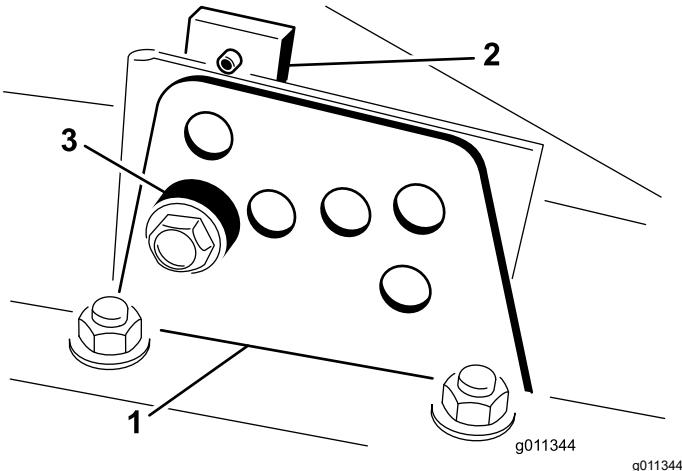

Bild 17
2. Lockern Sie die Schraube, mit denen die Schnitthöhenhalterungen an der Schnitthöhenplatte (vorne und an beiden Seiten) befestigt sind (**Bild 17**).
4. Entfernen Sie das Distanzstück, während Sie gleichzeitig die Kammer abstützen (**Bild 17**).